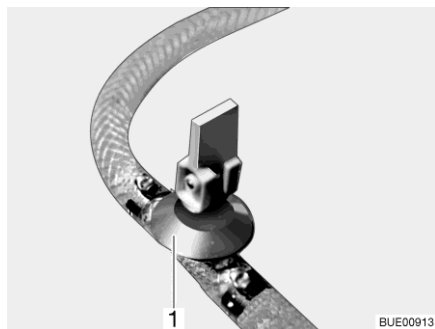

Bild 151 Avtappningskran (med vipparm)
- Öppna alla avtappningskranar. Ställ sedan vipparmen på avtappningskranen (Bild 151,1) i vertikalt läge.